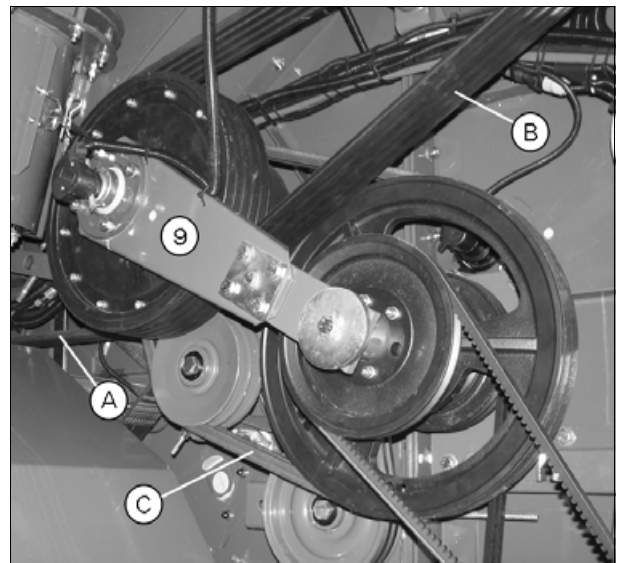

Рис. 16.
- При установке опорного кронштейна (9) (рис. 16), пропустите провод через подшипник по канавке вала до установки запорного кольца на подшипник.